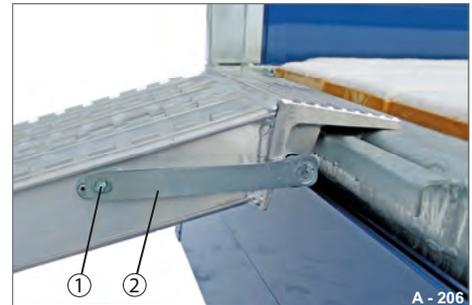
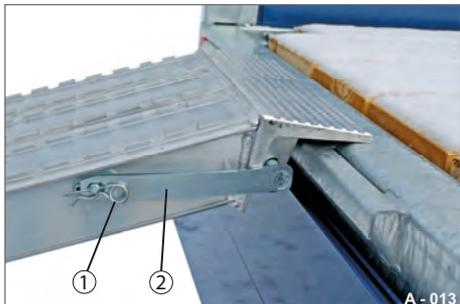

Abb. 17 Sicherungshebel umlegen
Abb. 18 Sicherungshebel sichern
- ▶ Sicherungshebel (Abb. 17/2) auf den Haltebolzen (Abb. 17/1) aufdrücken.
► Federstecker (Abb. 18/1) in den Haltebolzen (Abb. 17/1) einstecken. Sicherungshebel ist gegen selbstständiges entriegeln gesichert.